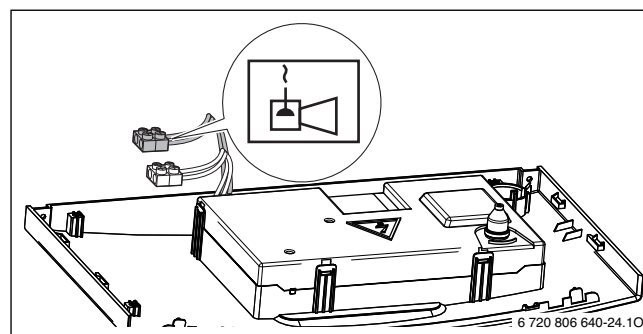

Рис. 16 Подключение сигнализатора тревоги.
- ▶ Подключите контакт сигнала тревоги непосредственно к клеммам (→ рис. 16, стр. 21).